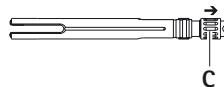

Fig. 1
- Dévisser la vis de blocage C dans le sens de la flèche jusqu'à ce que le filetage soit visible en direction de l'extrémité de travail, voir Fig. 1.